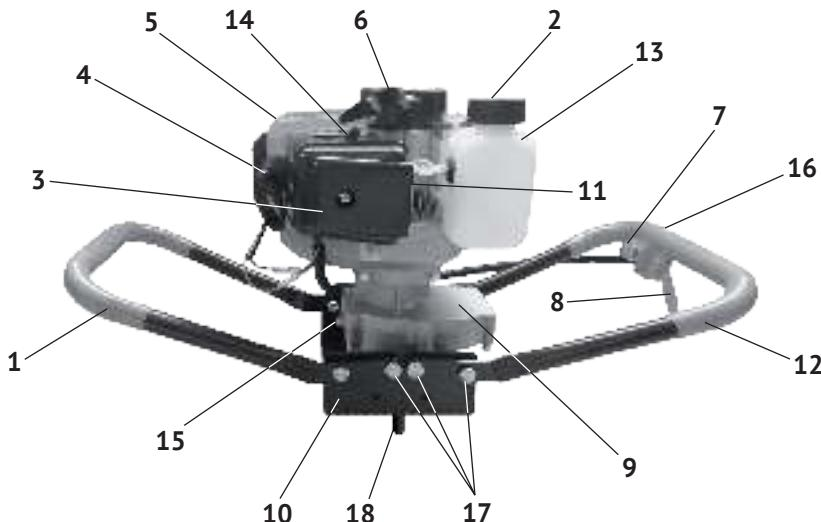

рис. 1
2.4 Общий вид бензобура представлен на рис.1
3.1 Металлический редуктор бензобура (рис.1 поз.9) с двигателем и рукоятками (рис.1 поз.1 и 12) закреплены на стальной соединительной планке (рис.1 поз.10). Соосный с валом двигателя шестерёнчатый редуктор понижает частоту вращения, что приводит к увеличению крутящего момента на выходном валу (рис.1 поз.18). На выходной вал стандартного размера ($\varnothing 20\text{мм}$) крепится рабочий инструмент бензобура: шнеки для бурения скважин в грунте или лунок во льду.
3.2 Бензобур оснащён одноцилиндровым двухтактным двигателем внутреннего сгорания с вертикальным расположением коленчатого вала. Двигатель имеет карбюраторную систему питания. Пуск двигателя осуществляется ручным тросовым возвратным стартёром (рис.1 поз.6).
- затянуть (если не установлен) винтом (рис.1 поз.16) на правую рукоятку (рис.1 поз.12) в удобном для работы положении блок управления (выключатель зажигания, рычаг газа).
Открутите крышку (рис.1 поз.2) топливного бака. Заливайте топливо в бак не более чем на 1 см ниже уровня основания заливной горловины. Перед запуском двигателя тщательно протрите топливный бак, удалив возможные при заправке брызги топлива.
6.1.2 При нажатии на рычаг дроссельной заслонки (рис.1 поз.8), увеличиваются обороты двигателя и, после срабатывания центробежного сцепления, шнек начинает вращаться. Скорость вращения шнека регулируется усилием, приложенным к рычагу дроссельной заслонки.